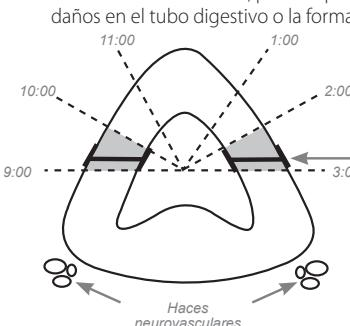

Figura 3
- 2.6 Para evitar las estructuras prostáticas externas (como el haz neurovascular), los implantes UroLift deben implantarse en la cara anterior de la próstata, en las posiciones entre las 2 y las 3 en punto, y entre las 9 y las 10 en punto del reloj (**figura 3**).
- 2.7 Determine previamente el lugar que se va a tratar, orientando la punta del aplicador en dirección lateral en la vejiga, habitualmente en la posición de las 2-3 en punto o 9-10 en punto (**figura 3**), y moviendo después lentamente el dispositivo en dirección distal hasta visualizar la fosa prostática desde el cuello vesical hasta el verumontanum.